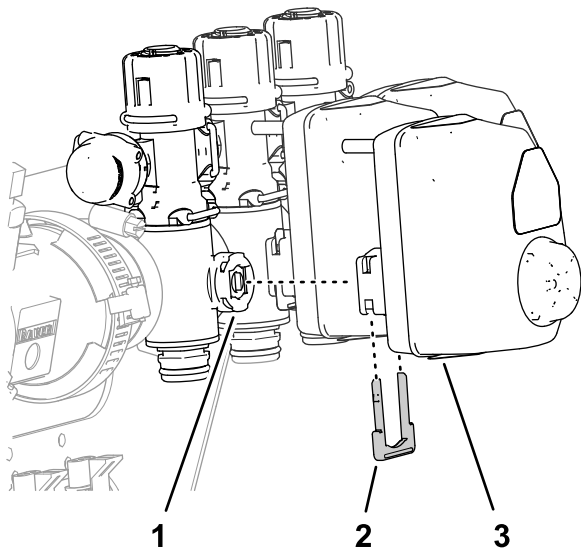

Figure 64
1. Retirez les 3 étriers qui fixent les 3 actionneurs aux vannes de section gauche, centrale et droite (Figure 64).
2. Déposez les actionneurs des vannes de section gauche, centrale et droite (Figure 64).
10. Assemblez les 3 actionneurs sur les vannes de section gauche, centrale et droite (Figure 64) avec l'étrier que vous avez retiré à l'opération 1.